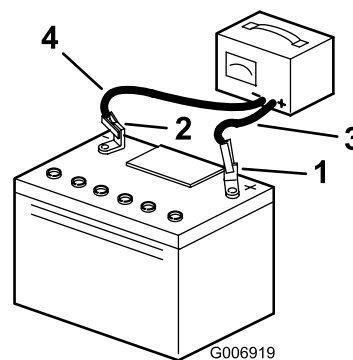

Bild 29
- Schließen Sie die Kabel des Ladegeräts von den Batteriepolen ab (Bild 29).